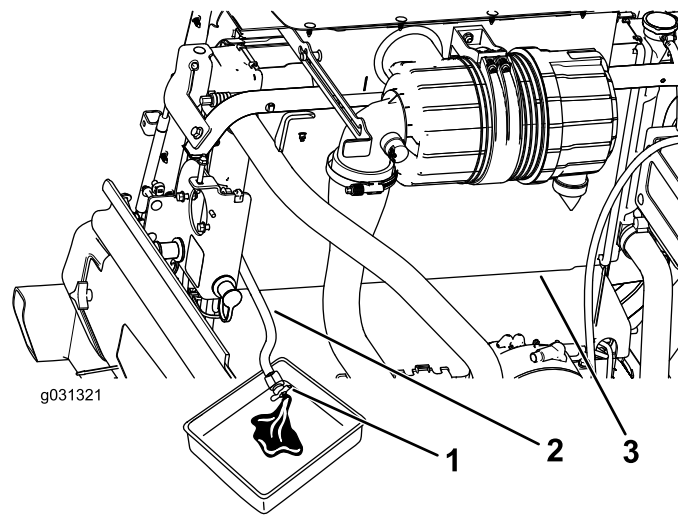

Figura 121
- Feche a válvula no tubo de drenagem do radiador (Figura 121).
- Com o tubo de drenagem do radiador colocado num recipiente de drenagem, abra a válvula de drenagem no tubo do radiador e drene o fluido para um recipiente de drenagem (Figura 121).